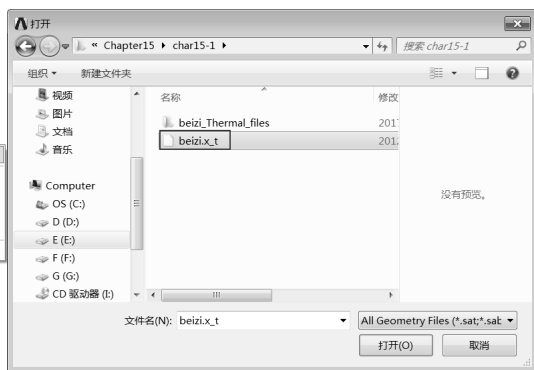

图 15-4 “打开”对话框
Step2 : 在弹出的“打开”对话框中选择文件路径, 导入 beizi.x_t 几何体文件, 如图 15-4 所示, 此时 A2 Geometry 后的 ? 变为 ✓, 表示实体模型已经存在。